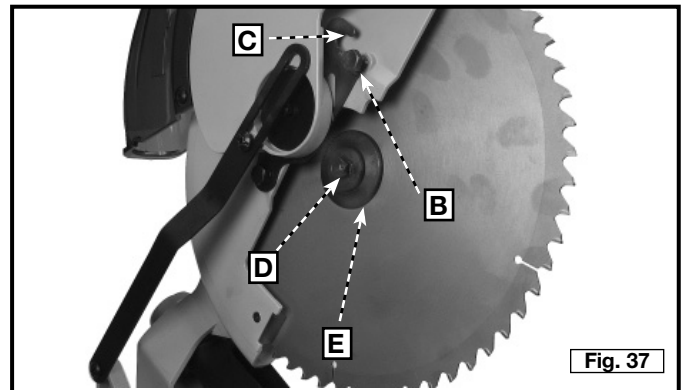

Fig. 37
3. Desserrer la vis du support du pare-main (B) sans l'enlever de manière à ce que le support (C) puisse être levé suffisamment haut pour accéder à la vis (D) de la lame. Le pare-main inférieur demeurera levé en raison de la position de la vis du support de pare-main, comme le montre la figure 37.